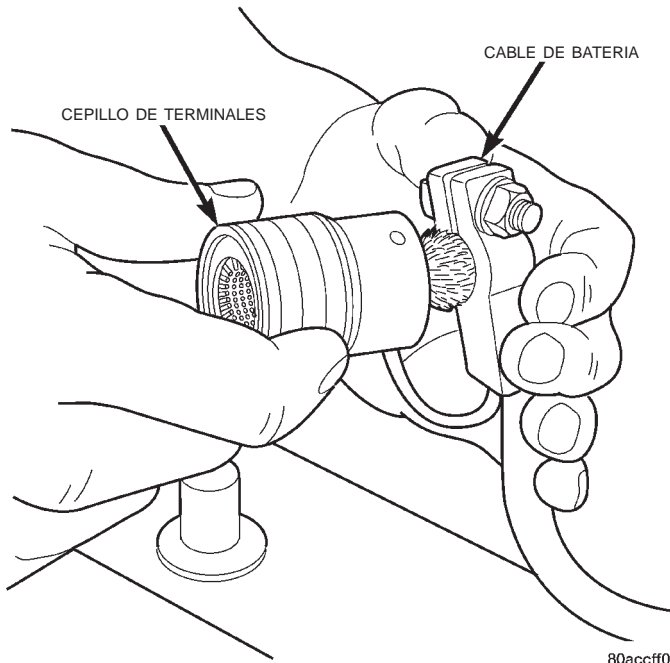

Fig. 16 Limpieza de abrazaderas de terminales de cables de la batería—característica
(3) Verifique si las abrazaderas de los terminales de los cables de la batería presentan corrosión o daños. Elimine la corrosión utilizando un cepillo de alambre o una herramienta de limpieza de terminales y bornes y una solución de limpieza compuesta por bicarbonato sódico y agua tibia (Fig. 16). Reemplace los cables de la batería que tengan abrazaderas de terminales dañadas o deformadas.